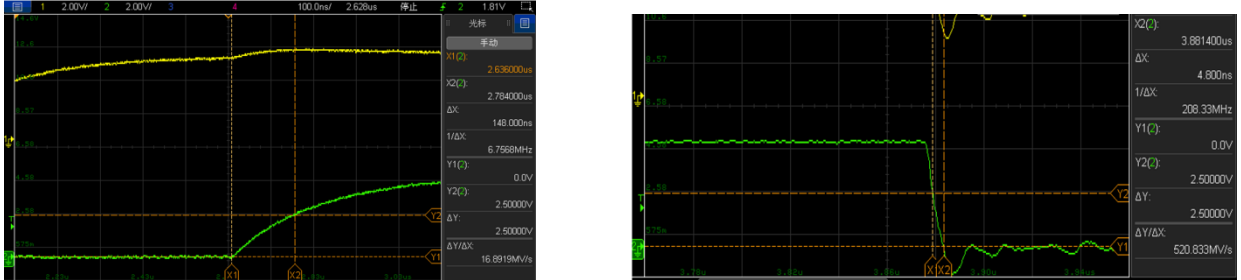

图 6-9:  $T_f$  与  $T_r$  时间
- 2) 开启 I2C 通讯，实测  $T_f$  与  $T_r$  的时间，如图 6-9 所示：